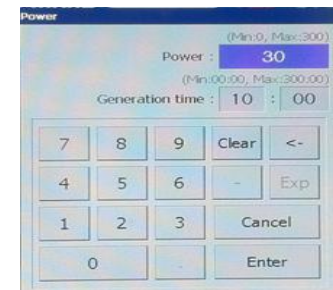

Fig.3
7. ⑫ Generation power/time controller를 누르면 그림 Fig.3 이 뜨며 숫자판을 이용하여 generation power와 공정에 필요한 시간을 입력합니다. 입력이 완료되어 "Enter"를 누르면 입력된 값은 저장되고 main 화면으로 돌아갑니다. Main화면에서 입력한 값을 확인 할 수 있습니다.